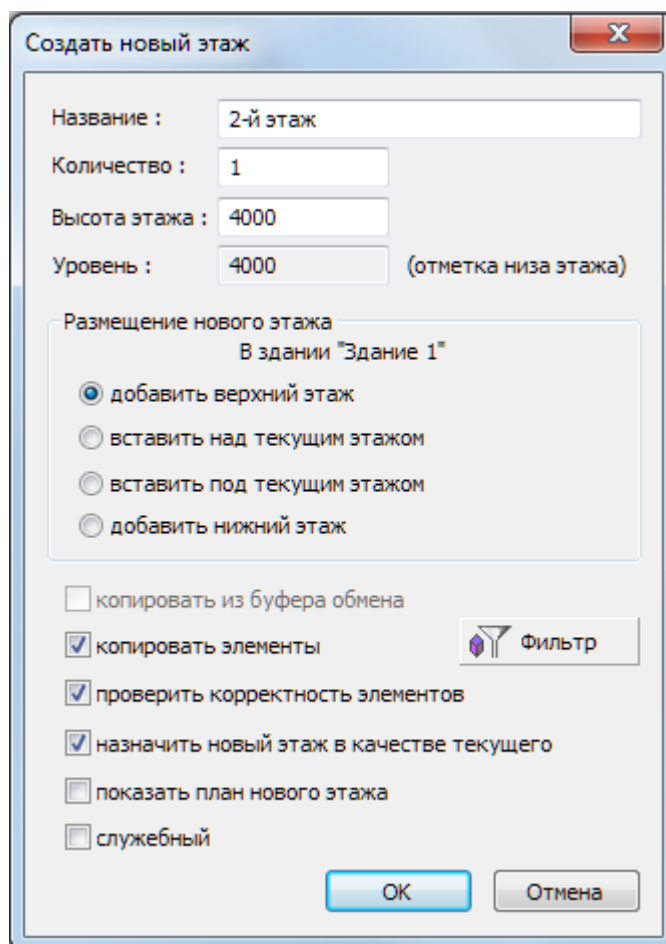

Рис.10.1. Диалоговое окно **Создать новый этаж**
- Вызовите диалоговое окно **Создать новый этаж** (рис.10.1) щелчком по кнопке  - **Этаж** (панель **Проект** на вкладке **Создание**).